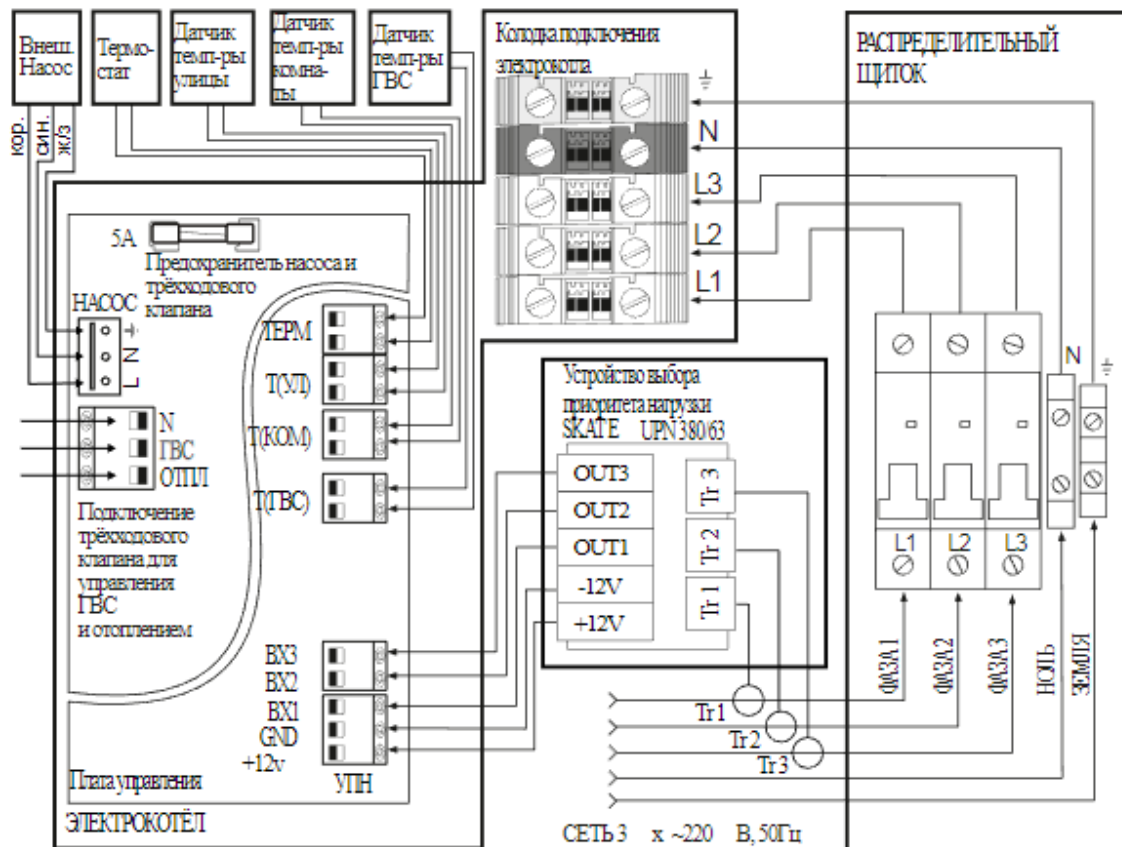

Рис. 7. Схема подключения электродкотла к сети 3x ~220 В
на временное отключение ТЭНов (см. схему подключения на Рис. 7).
установленную на заводе-изготовителе (см. Рис. 7).
- подключить на плате управления датчик уличной температуры к колодке с надписью «Т(УЛ)» (см. Рис. 7);